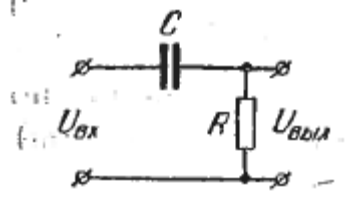

Рис. 3 Схема к задаче 5.
3. Найти передаточную функцию и дифференциальное уравнение пассивной электрической цепи (рис. 3) относительно напряжений  $u_1$  и  $u_2$ .
7. Построить амплитудно-фазовую характеристику цепи RC, представленной на рис. 3.  $R = 1$  ком,  $C = 10$  мкф.